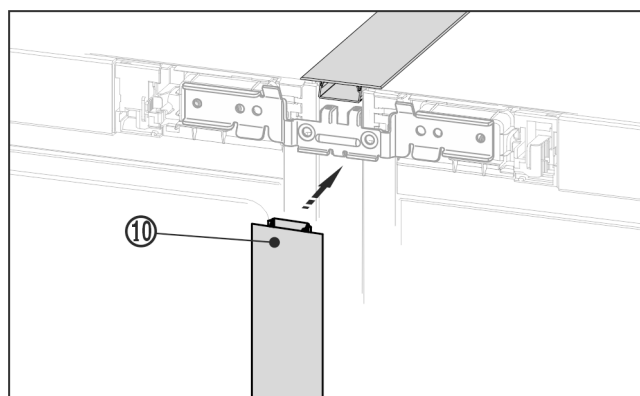

Fig. 22
- ▶ Długą listwę zakrywającą Fig. 22 (10) wcisnąć z przodu do pionowej szczeliny. Należy zwracać uwagę na to, by listwa opierała się o blachę łączącą.